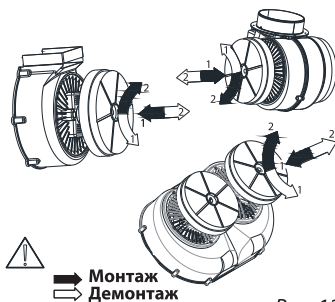

Рис. 12
4. Затем, повторяя все шаги по пункту 3 в обратном порядке, установите новый фильтр на корпусе двигателя и поверните его по часовой стрелке для фиксации (рис. 12).